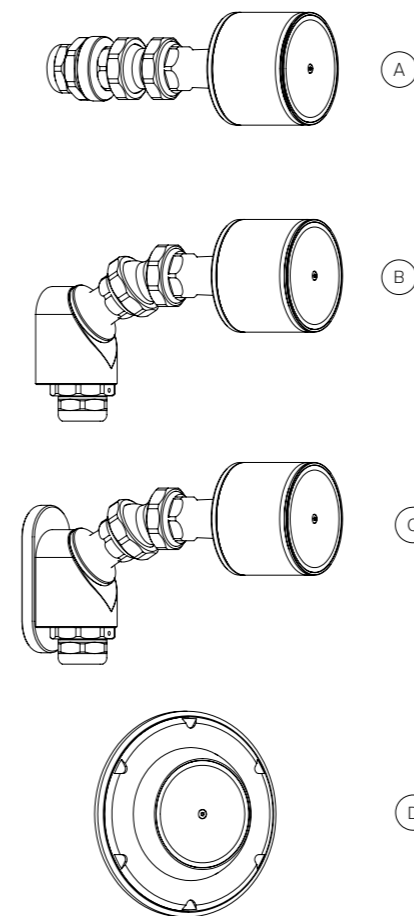

Abbildung 6
- Der Flex-Armhalter (Blecheinbau) (Abb. 6-A) eignet sich am besten für die Installation in eine Blechwand mit direkter Durchführung der Zuleitungen.
- Der Flex-Armhalter (Vorwandmontage) (Abb. 6-B) lässt sich flexibel an Blechwände oder in Vollmaterial montieren, auch dort wo keine direkte Kabelverschraubung durch die Gehäusewandung möglich ist.
- Der Flex-Armhalter (Magnethalter) (Abb. 6-C) eignet sich für eine einfache und schnelle Montage ohne Modifikation an der Werkzeugmaschine, insbesondere für Tests und die Auswahl des geeigneten Einbauorts. Für dauerhaften Einbau wird die feste Montage empfohlen. Demontieren Sie hierzu den Magnetschuh; der Halter entspricht dann der Ausführung „Vorwandmontage“.
- Der Kugelkopfhalter (Abb. 6-D, Abbildung ohne Werkzeug und ohne Gegenhalter) ist für den Einbau in eine Blechwand vorgesehen. Aufgrund der flachen und spanabweisenden Konturen neigt dieser Halter zu vergleichsweise geringer Spänenesterbildung. Der